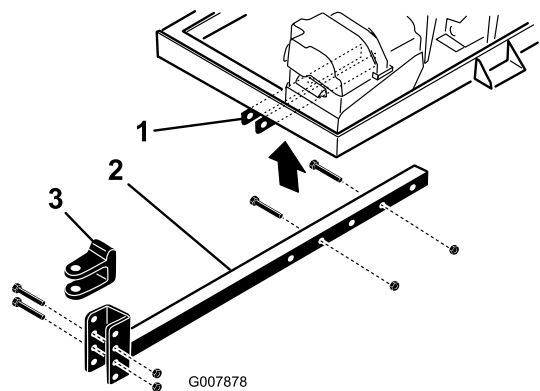

Bild 5
2. Stecken Sie das Anbauvorrichtungsrohr in die Rahmenhalterungen (Bild 5). Befestigen Sie das Rohr mit 2 Schrauben (3/8 x 3 Zoll) und Bundmuttern (3/8 Zoll) am Rahmen.
- Entfernen Sie die Schrauben und Sicherungsmuttern, mit denen der Anbauvorrichtungsstift (Bild 5) am Anbauvorrichtungsrohr befestigt ist.
- Nehmen Sie die Schrauben und die Muttern ab, mit denen das Anbauvorrichtungsrohr an den Rahmenhalterungen befestigt ist (Bild 5).